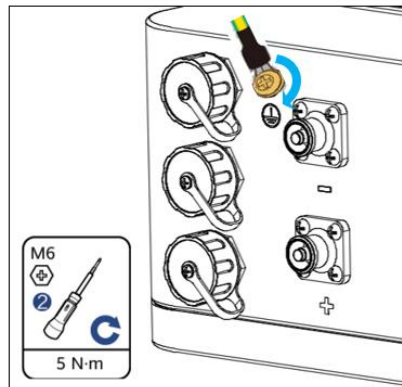

Fig. 4.3.3 Conexión del cable de tierra
Conexión del cable de tierra: utiliza un destornillador para fijar el terminal del cable de tierra ⑧ al punto de tierra de la batería, consulta la fig. 4.3.3.